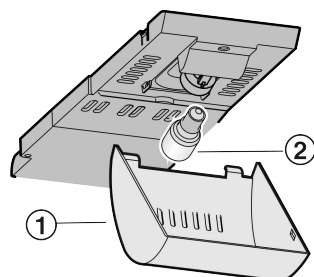

Fig. 12
- ▶ Kryt *Fig. 12 (1)* uchopte vpředu a vzadu vyhákněte.
- ▶ Žárovku *Fig. 12 (2)* vyměňte.
- ▶ Kryt *Fig. 12 (1)* zase nasadte.